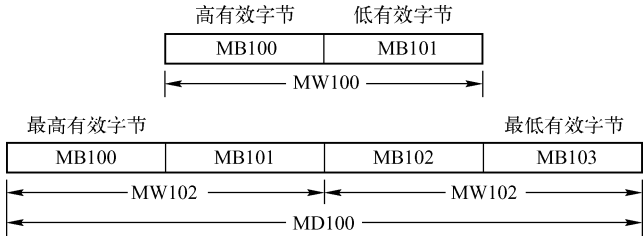

图 2-15 字节、字和双字
2) 字 (Word) 由相邻的两个字节组成, 例如字 MW100 由字节 MB100 和 MB101 组成 (见图 2-15)。MW100 中的 M 为区域标识符, W 表示字。
3) 双字 (DWord) 由两个字 (或 4 个字节) 组成, 双字 MD100 由字节 MB100~MB103 或字 MW100、MW102 组成 (见图 2-15), D 表示双字。